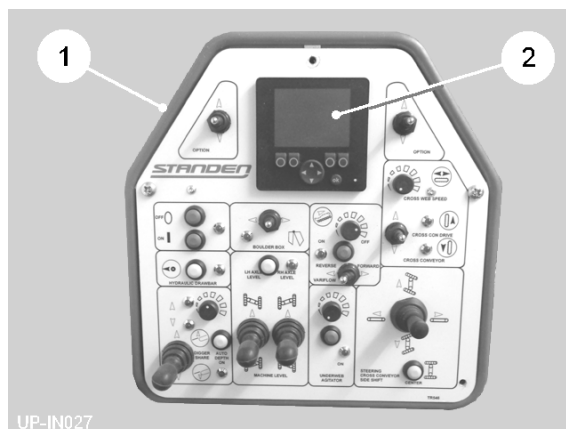

Fig 13
Styring til UniPlus tilvejebringes elektronisk ved hjælp af de kontakter, der er monteret på kontrolboksen (item 1, fig 13), der skifter ventilerne på maskinen via et CAN-bus kontrolsystem. Funktionerne kan overvåges på displayskærmen (item 2, fig 13). Indstilling og overvågning kan udføres ved at følge instruktionerne i CAN-bus betjeningsvejledningen.